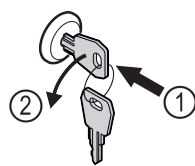

Fig. 206
- ▶ Iespiediet atslēgu. Fig. 206 (1)
- ▶ Grieziet atslēgu par 90° pretēji pulksteņrādītāja virzienam. Fig. 206 (2)